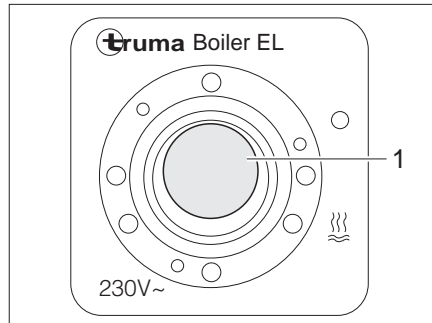

Bild 129 Vippknapp för Truma varmvattenberedare (230 V-eldrift)
- Slå på vippknappen (Bild 129,1). Kontrollampen på brytaren lyser. Vattnet i varmvattenberedaren värms upp till 65 °C.
- Ställ vippknappen (Bild 129,1) i läge "O". Kontrollampen på brytaren slocknar.
- Ställ, på kontrollenheten (Bild 128), vridströmställaren (Bild 128,3) på "O" (Bild 128,4) eller ställ vippknappen (Bild 129,1) på "O".